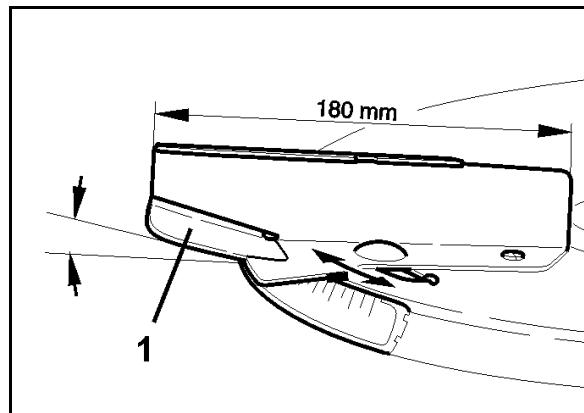

Рис. 58
Более короткие распределяющие лопасти имеют откидывающиеся без помощи инструмента поворотные пластины (Рис. 58/1), которые позволяют осуществлять позднее внесение удобрений в зерновые высотой до 1 м - **без других принадлежностей**.
3. Поверните поворотные пластины (Рис. 58/1) распределяющих лопастей в нужную позицию для стандартного или позднего внесения удобрений.